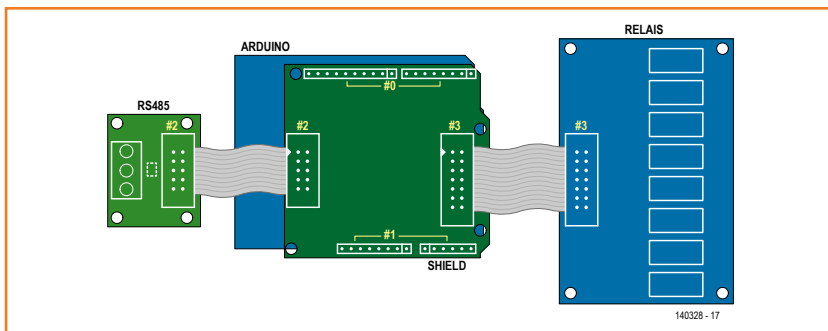

Figure 1.
* Les fonctions *Init* des cartes d'extension se voient attribuer successivement le numéro d'ordre de bloc du connecteur d'extension auquel elles sont reliées. Ainsi, le câblage (des broches du µC à la périphérie extérieure) est cartographié correctement dans les tableaux EFL internes. On peut aussi enchaîner des cartes d'extension, comme ici (cf. le corps du texte et la fig. 1).
Les fonctions Init des cartes d'extension se voient attribuer le numéro du premier connecteur d'extension auquel elles sont reliées ; le numéro est incrémenté à l'initialisation de la carte (**fig. 1**).